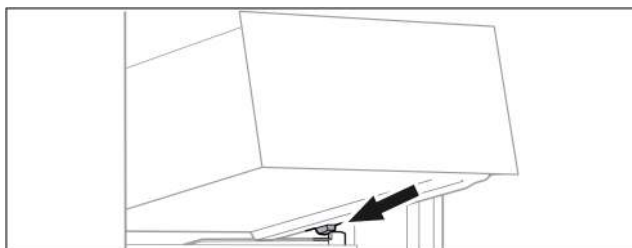

Fig. 76
- Наклоняя вниз, установите выдвижной ящик за стопору на контейнерное ребро. (см. Fig. 76)